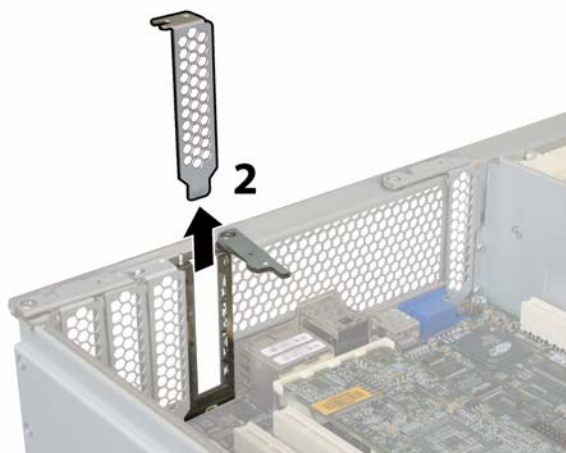

图 4-55 拆卸 PCI 卡空位挡板
6. 如果插槽中没有 PCI 卡，则从机箱背面板上卸下相应的 PCI 卡空位挡板。请参见图 4-55。